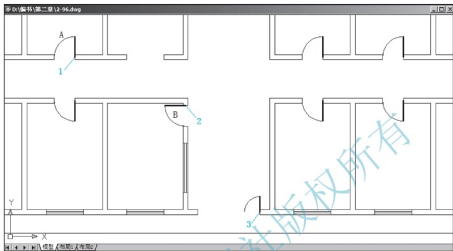

图 2.96 复制门扇
(1) 用【复制】命令将1000mm宽的A门复制到如图2.96所示处。
(2) 由于出入口处每扇门的宽度为750mm, 所以需要把刚才复制生成的门扇缩小成750mm。
① 单击【修改】工具栏上的【比例】图标或在命令行输入“SC”并按Enter键, 启动【比例】命令。
② 在**选择对象**: 提示下, 选择出入口处的门, 此时该门变虚, 按Enter键进入下一步命令。
③ 在**指定基点**: 提示下, 选择图2.96中的3点作为缩放的基点。
④ 在**指定比例因子或 [复制 (C)/ 参照 (R)] <1.0000>**: 提示下, 输入“0.75” (比例 = 新尺寸 / 旧尺寸 $750\text{mm}/1000\text{mm}=0.75$) 后按Enter键。
⑤ 按Enter键结束命令, 则该门大小由1000mm变为750mm。